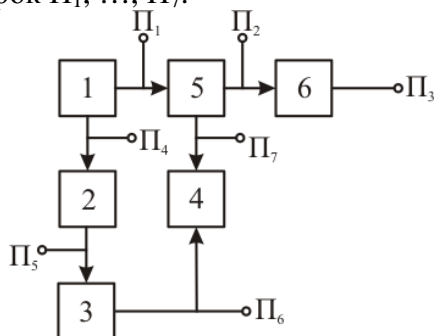

Рисунок 7.11 – Функциональная схема дизель - генераторного агрегата с регулятором частоты и напряжения
**Задача 33.** Объект диагноза дизель–генераторный агрегат с регулятором частоты и напряжения представлен функциональной моделью (рисунок 7.11). Назначение функциональных элементов на схеме: 1 – дизель, 2 – регулятор частоты, 3 – регулятор напряжения, 4 – возбудитель, 5 – генератор, 6 – нагрузка. Предусмотрено проведение 7 проверок  $\Pi_1, \dots, \Pi_7$ .